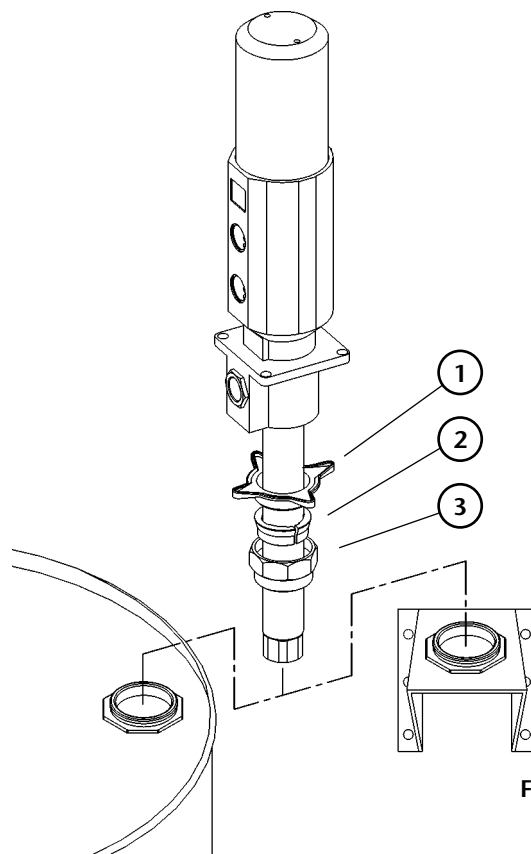

Fig. 2
These pumps can be mounted directly on drums, tanks, or on a wall bracket fitted with a 2" bung (Fig 2). Loose the star nut (1) of the bung adaptor to remove the inferior nut (3), and screw this into the 2" bung opening of the drum or bracket. Place the star nut (1) and the inside part (2) on the suction tube. Introduce the pump through the opening and fasten the assemble at the desired height by tightening the star nut (1).
Las bombas pueden ser montadas directamente sobre bidones, cisternas o sobre un soporte mural que dispongan de rosca 2" BSP H (Fig. 2). Afloje la tuerca en estrella (1) del adaptador para extraer la parte inferior del mismo (2) y rosclarla en el brocal de 2" del bidón o del soporte. Coloque la tuerca en estrella (1) y la mordaza (2) del adaptador en el tubo, introduzca la bomba por el brocal y apriete el conjunto a la altura deseada.
Les pompes peuvent être installées directement sur fût, sur citerne ou bien encore sur un support mural muni d'un raccord 2" BSP (F) (Voir Fig.2). Desserrer le raccord en étoile (1) de l'adaptateur pour extraire la partie inférieure de ce dernier (2) et la fixer à l'orifice 2" du fût ou du support mural. Placer le raccord en étoile (1) ainsi que l'anneau (2) de l'adaptateur dans le tube et introduire la pompe par l'orifice du fût ou du support en serrant l'ensemble des éléments à la hauteur désirée.
Die Pumpen können direkt auf das Fass oder auf eine Wandhalterung mit 2"-Verschraubung montiert werden. (Bild 2) Dazu die Sternschraube (1) lösen, die untere Mutter (3) herausziehen und in der 2"-Öffnung am Fass oder der Wandhalterung verschrauben. Sternschraube (1) und Klemmstück (2) am Saugrohr positionieren. Danach die Pumpe durch die Öffnung am Fass oder der Halterung einführen und mit der Sternschraube (1) in der gewünschten Höhe befestigen.